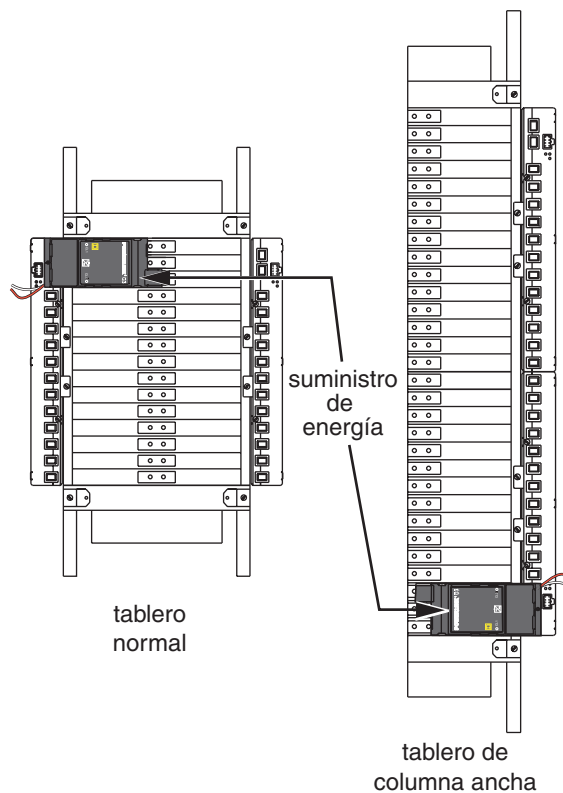

**Figura 1: Instalación del suministro de energía**
3. Inserte los conectores del bus del suministro de energía en las conexiones verticales del bus de control izquierdo (vea la Figura 1).